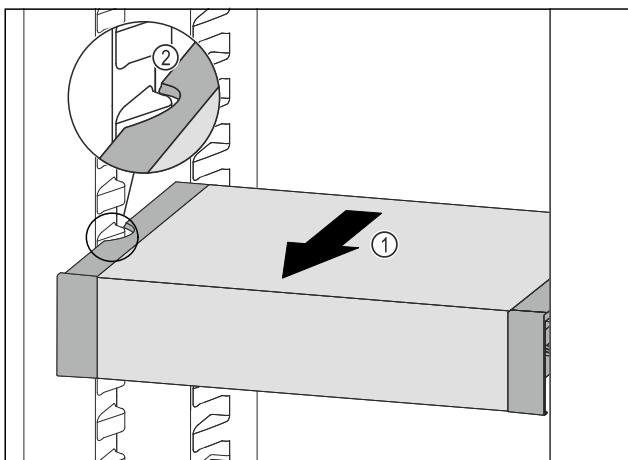

Fig. 121
- VarioSafe ťahajte dopredu Fig. 121 (1), kým sa bočné vybrania VarioSafe nebudú nachádzať vo výške rebra nádoby v chladničke. Fig. 121 (2)